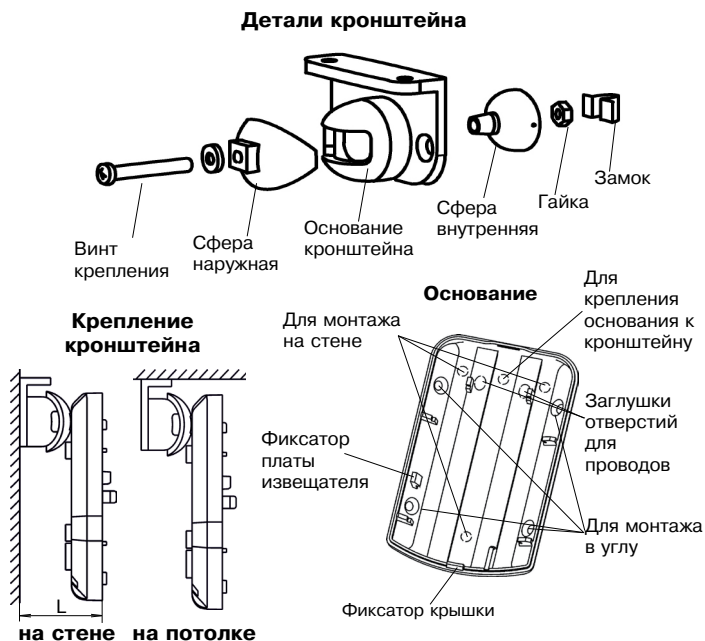

Рисунок 2 – Основание извещателя и кронштейн
- Снимите крышку извещателя, отжав при помощи отвертки фиксатор, расположенный в нижней части основания извещателя (рисунок 2).
- Просверлите в основании корпуса отверстия (рисунок 2), которые будут использоваться для прокладки проводов и крепления извещателя.
1. После закрепления извещателя на кронштейне повернуть корпус извещателя в вертикальной плоскости, в соответствии с выбранной высотой установки, отмерив расстояние (L) от стены до края основания при снятой крышке (рисунок 2, таблица 3).